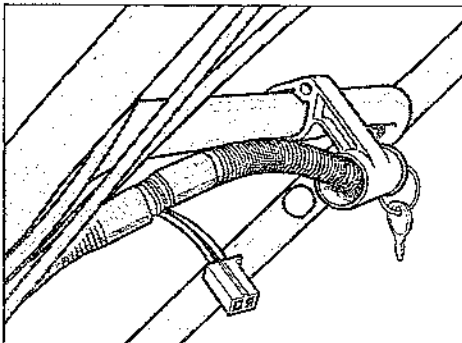

Figure 2-6: Commutateur à clé (modèle 34367). Vu de l'avant de la tondeuse.
1. Le commutateur à clé est livré en étant fixé, de manière mobile, au guidon inférieur. Le trou de la clé étant placé comme représenté à la (Figure 2-6) et la broche de montage pointant vers le bas, amenez l'ensemble sous le guidon inférieur et vers l'arrière de la tondeuse.
2. Insérez la broche de montage du commutateur à clé dans le trou supérieur puis dans le deuxième trou (Figure 2-6). Appuyez pour bien maintenir l'ensemble en place.